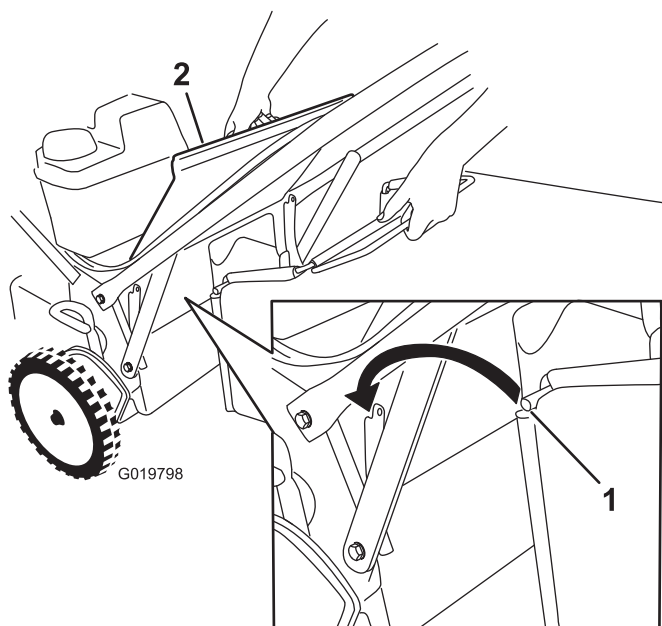

Figure 25
1. Soulevez le déflecteur arrière et gardez-le dans cette position (Figure 25)
3. Placez la tige du bac dans les crans à la base du guidon et agitez le bac d'avant en arrière pour vous assurer que la tige est bien engagée au fond des deux crans ; voir Figure 25.